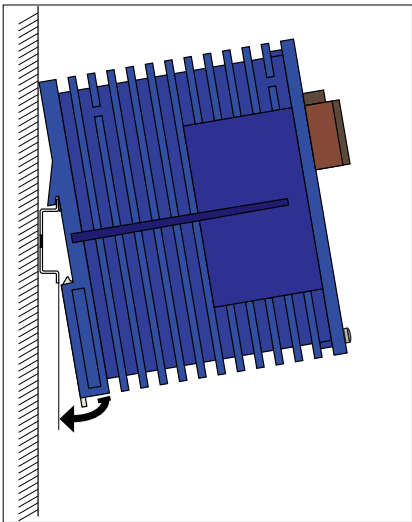
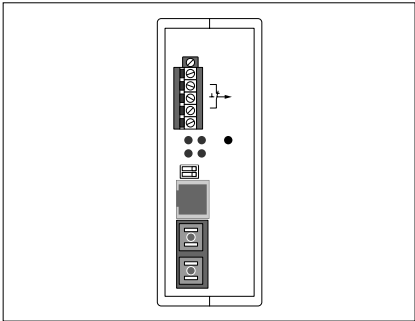

Fig. 5: Montaje del Transceptor 100 Mbps TX/FX
Fig. 6: Desmontaje
- Suspenda el gancho superior encajable del Transceptor 100 Mbps TX/FX en el raíl ISO/DIN, inserte un atornillador horizontalmente debajo de la caja hasta la tapa corrediza de bloqueo y empujela hacia abajo (véase Fig. 6, Desmontaje); presione el botón del módulo en el raíl ISO/ DIN hasta que se bloquee en su posición (Fig. 5).
Para sacar el Transceptor 100 Mbps TX/FX del raíl ISO/DIN, inserte un atornillador horizontalmente debajo de la caja hasta la tapa corrediza de bloqueo y empujela hacia abajo (sin dar golpecitos con el atornillador), y tire del Transceptor 100 Mbps TX/FX hacia arriba (Fig. 6).